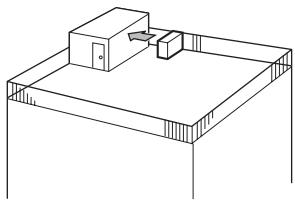

Fig. 2-3
- ① Τοποθετήστε τη μονάδα ώστε τα στόμια εξαγωγής του αέρα να είναι στραμμένο προς τον πλησιέστερο διαθέσιμο τοίχο και να απέχει περίπου 50 εκατοστά. (Fig. 2-3)